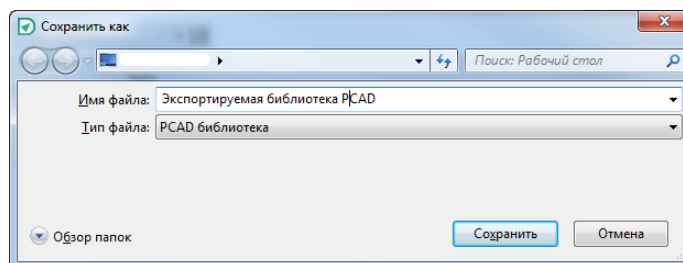

Рис. 40 Указание имени экспортируемого файла и места его сохранения
2. Задать имя экспортируемого файла и указать место, где он будет сохранен, после чего нажать кнопку «Сохранить», см. Рис. 40.